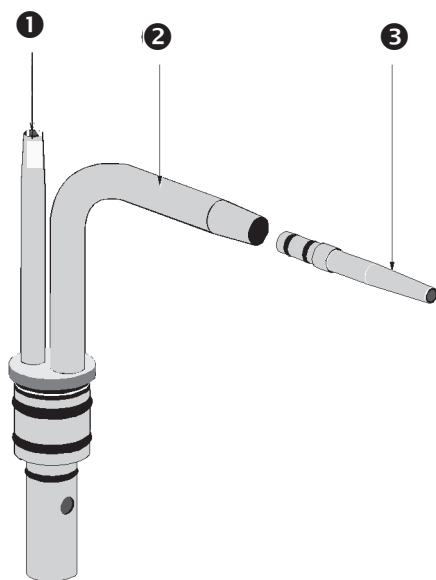

Fig. 10 Boquilla doble
- ❶ Conexión del tubo al depósito de seguridad
- ❷ Conexión para el tubo de aspiración
- ❸ Reductor para el tubo de 6 mm
- Conecte el tubo de aspiración de 10 mm de diám. directamente a la conexión (❷, Fig. 10). El tubo de 6 mm es conectado por vía del reductor de tubo ❸.